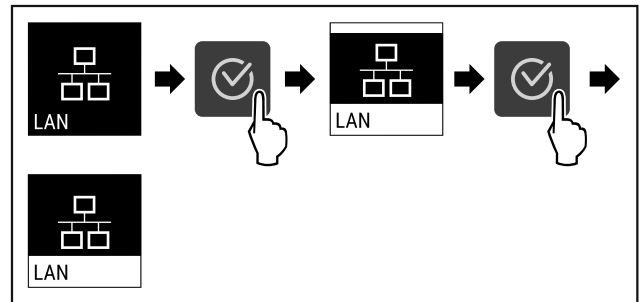

Fig. 91
- ▶ Obavite korake postupka (pogledajte Fig. 91).